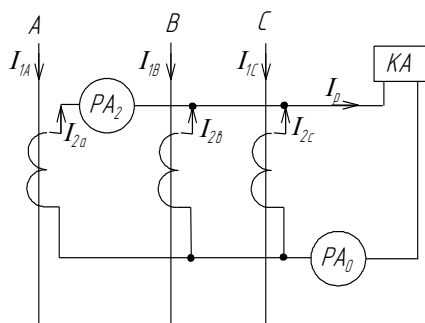

Рис.2. Трехтрансформаторная схема соединения трансформаторов тока в фильтр токов нулевой последовательности.
6. Для ЛЭП с двухсторонним питанием, по исходным данным, приведенным на рис. 2, рассчитать токи срабатывания, максимальных фазных отсечек без выдержки времени.